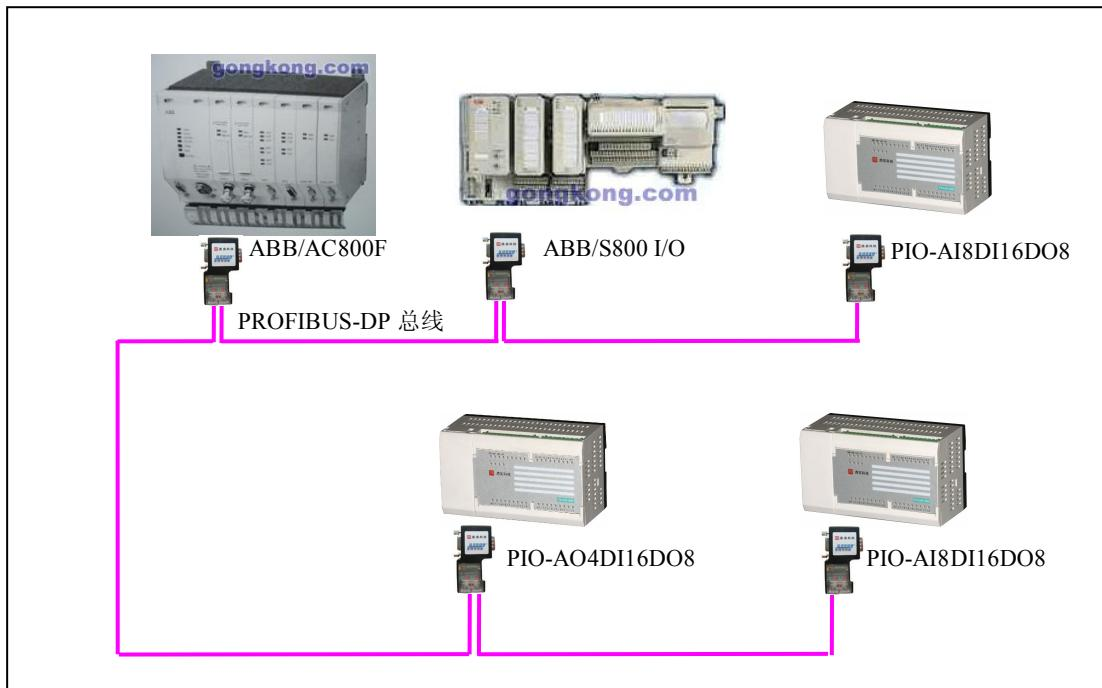

图 1-3 DS300A 一体机与 S800 I/O 在 ABB 的 PROFIBUS 主站 PLC 中做 I/O 扩展模块
- ② 可方便连接其他PLC或DCS控制器（PROFIBUS主站），如：ABB/AC 800F，与使用ABB/S800 I/O 模块完全相同，见图1-3：